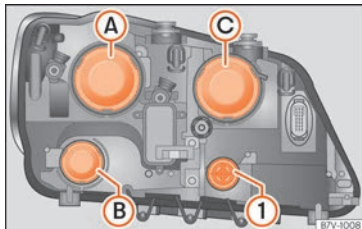

**Fig. 62** En el vano motor: revestimientos en el faro izquierdo.
- Gire el portalámparas » » » **fig. 62 1** hacia la izquierda hasta el tope y extráigalo junto con la lámpara retirándolo hacia atrás.